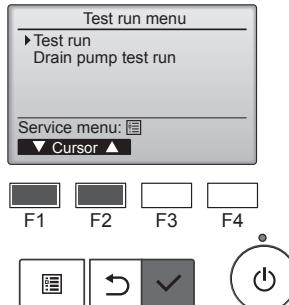

Fig. 7-2
- Vælg "Test run" (testkørsel) fra Test run menu (testkørselmenu), og tryk på knappen [VÆLG]. (Fig. 7-2)